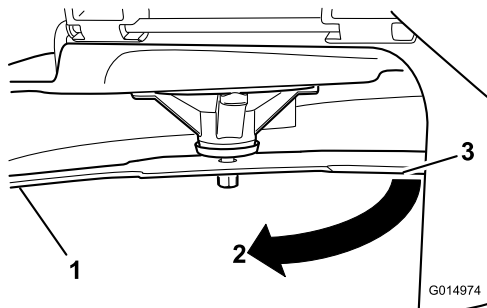

Figure 78
4. Tournez la même lame de 180 degrés pour amener le tranchant opposé à la même position (Figure 78).